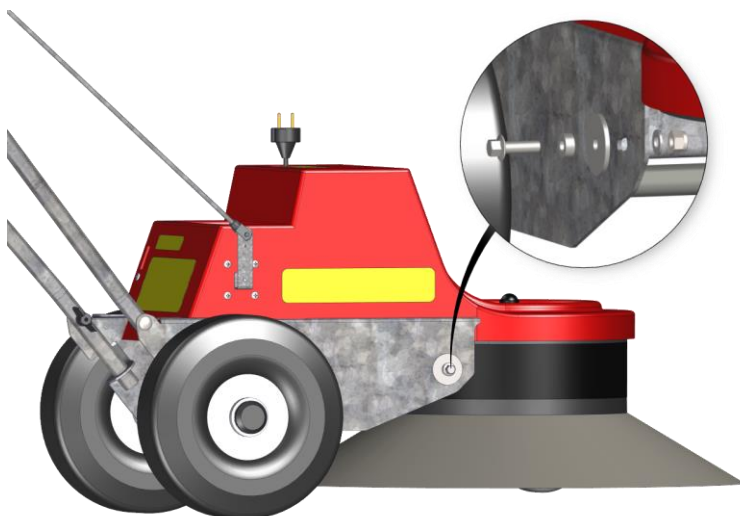

Abb. 57: Aufnahmeschraube Schwadblech WR 650
1. Die Verschraubung (Aufnahmeschraube) gemäß Abb. 57 herstellen und mit dem erforderlichen Drehmoment von ca. 26 Nm (vgl. Tab. 2, Seite 107) festziehen.